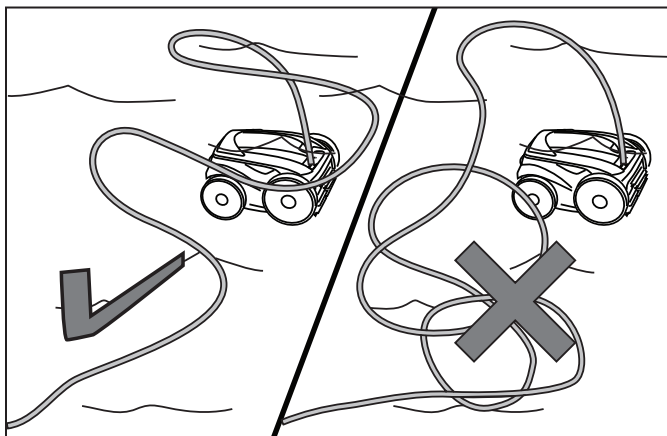

Figure 15. Étendre le câble flottant à la surface de la piscine
3. Étendre le câble flottant sur l'eau de la piscine et s'assurer que le câble n'est pas coudé ni emmêlé (Figure 15).